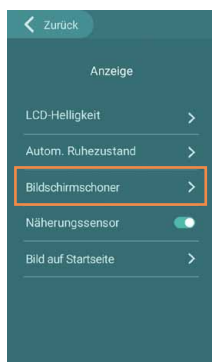

Abb. 1
- ▶ **Aktivieren/Deaktivieren** Sie den Bildschirmschoner (Abb. 1).